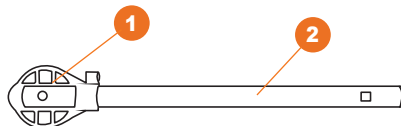

Рис. 2
- Соберите нижнюю часть рукоятки (если она не собрана), для этого вставьте трубку **2** в пластиковый корончатый кронштейн **1**, совместите отверстия для креплений (Рис. 2).